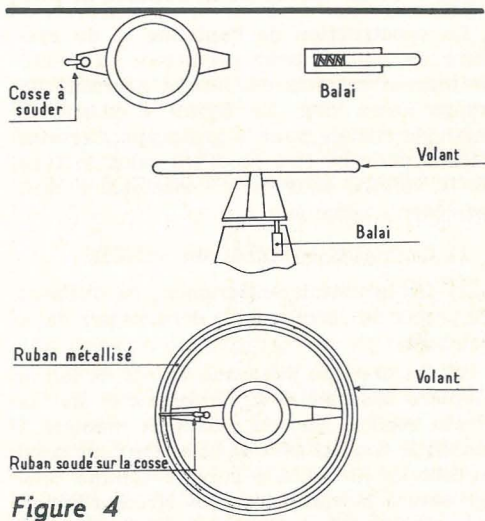

Figure 4
La construction de l'antenne et du système de contact pour permettre au volant de tourner est plus délicate et nécessite un temps assez long. La figure 4 montre la méthode utilisée pour le prototype. Certains détails peuvent être modifiés selon le type de la voiture mais dans l'ensemble il faut procéder comme suit :
- 3) On découpe dans une feuille de laiton la pièce dessinée à la figure 4 a et qui se fixera sous la tête du volant de manière à établir le contact avec le balai. On peut aussi utiliser de la bakélite cuivrée comme celle qui sert à la confection des circuits imprimés. La fixation s'opère par collage.
4) L'antenne peut alors être préparée. On utilise pour cela du mince ruban adhésif de 6 mm de large, comportant un revêtement de cuivre. Ce ruban peut être obtenu chez Minnesota 3 M France sous la référence X 1245. La face adhésive est normalement recouverte d'un ruban de papier de protection. On retire ce papier à un bout et on soude cette extrémité à la cosse de la pièce de la figure 4 a. On fait courir ce ruban suivant un rayon et le long du volant en retirant au fur et à mesure le papier de protection et on le fait adhérer fortement sur le pourtour du volant comme le montre la figure 4 b. La couche de cuivre bien poli est peinte. A ce moment l'antenne dépasse légèrement la surface du volant et peut être endommagée par le frottement continu des mains. On supprime la différence de niveau avec du mastic cellulosique. Quand ce dernier est sec on le polit et on repeint alors tout le volant dans sa teinte d'origine. On le remonte sur l'axe de direction.
5) On fixe le porte-balai sur la colonne de la direction. Ce porte-balai est fait (figure 4 c) avec une panne de fer à souder couissant dans un manchon. Le ressort doit être tel que le déplacement du balai soit de l'ordre de 10 mm environ. La position du porte-balai doit être prévue de façon que le balai soit en contact avec la pièce métallique de la figure 4 a fixée sous la partie centrale du volant. On soude le fil de liaison souple entre le balai et le point « Antenne » du circuit Véroboard et on vérifie que le volant tourne librement.